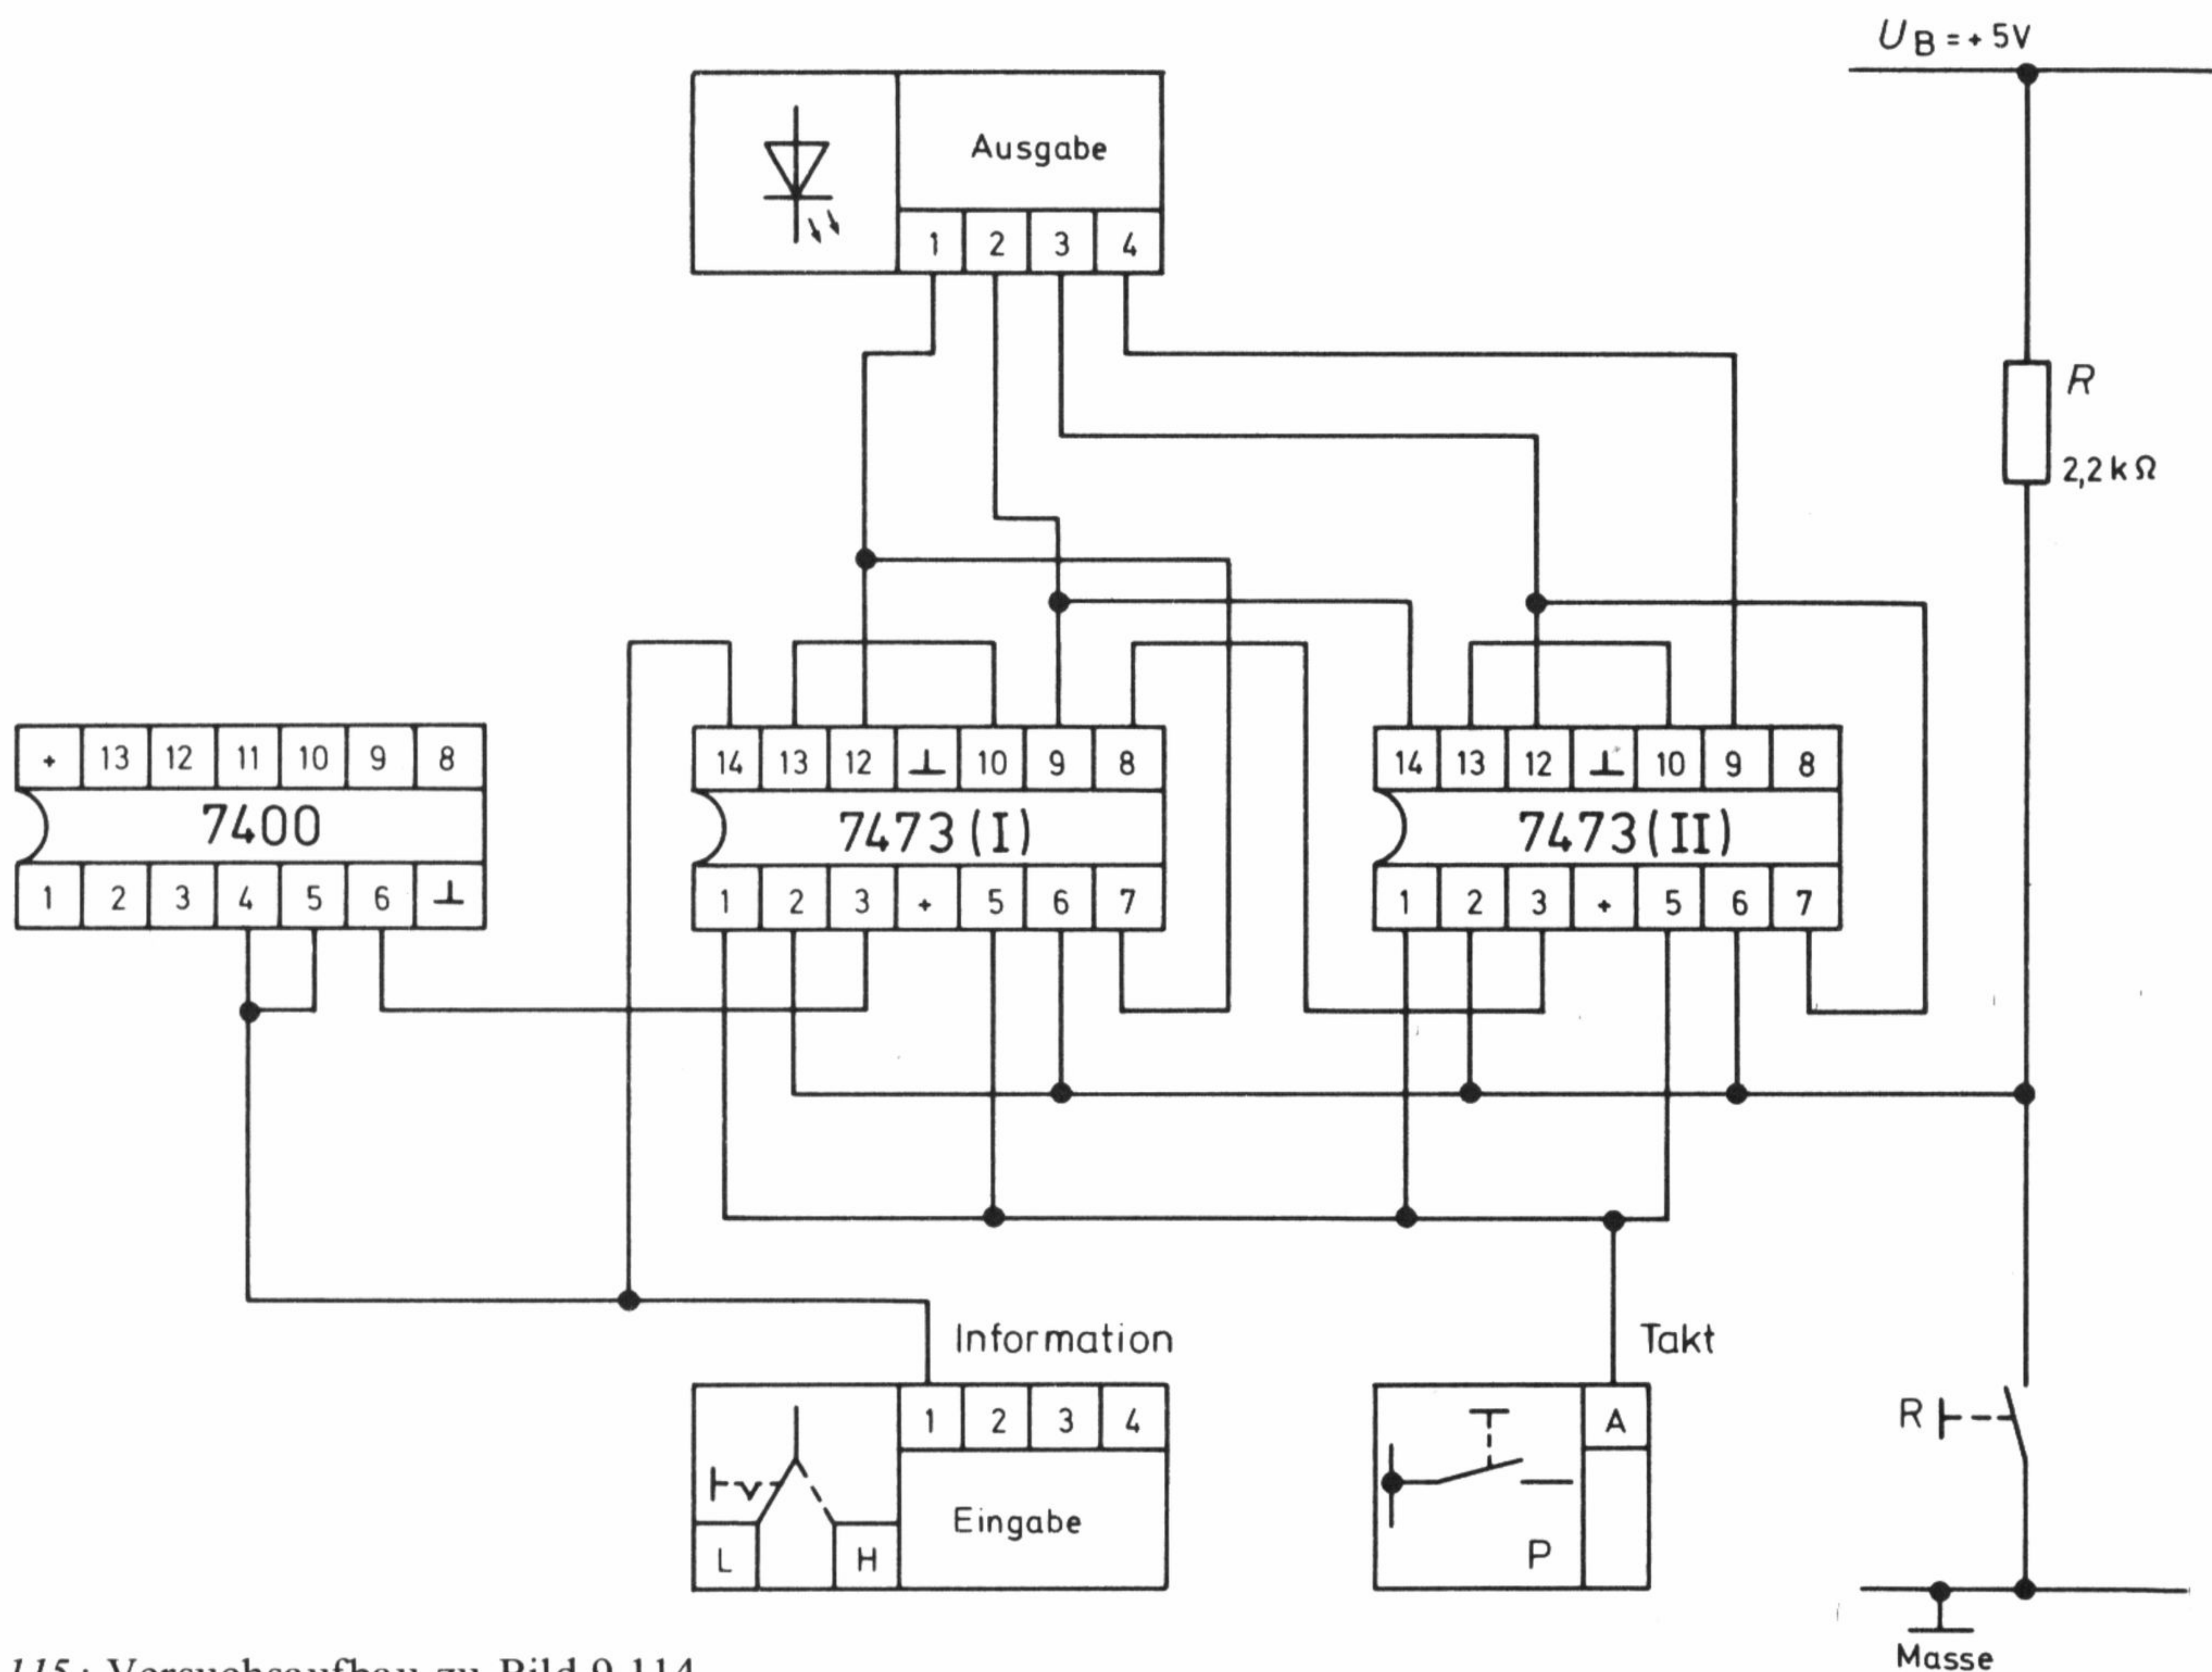

Bild 9.115: Versuchsaufbau zu Bild 9.114.
*Bild 9.114* gibt den Aufbau eines Schieberegisters wieder, das mit JK-Master-Slave-Flipflops vom Typ 7473 zusammengestellt wurde. Dazu der entsprechende Versuchsaufbau nach *Bild 9.115*.